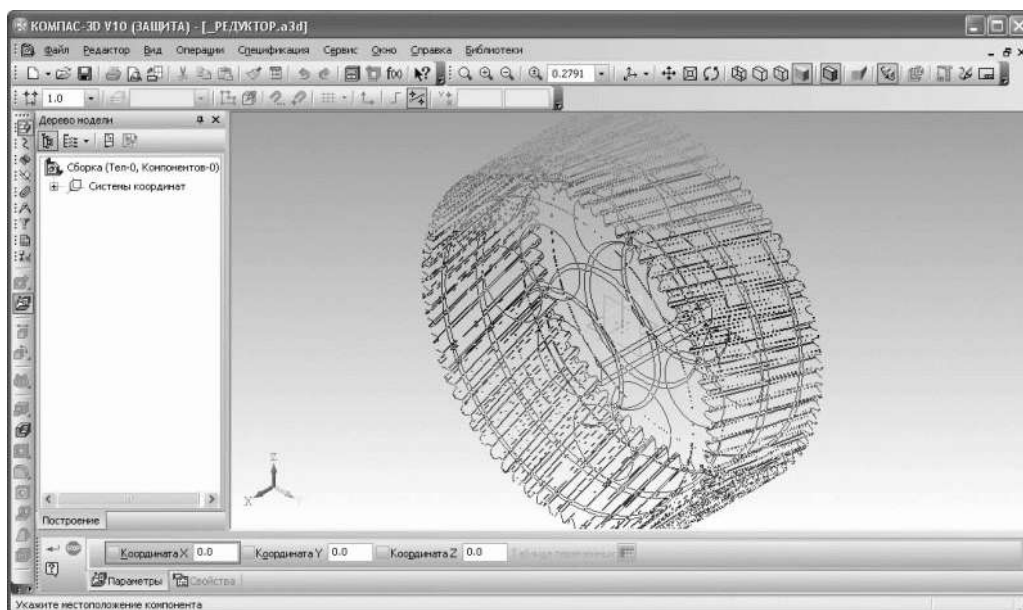

Рис. 3.108. Вставка компонента в сборку (фантом)
1. Нажмите кнопку **Добавить из файла** на панели инструментов **Редактирование сборки**. Система выдаст стандартное окно открытия файла, в котором вам необходимо перейти в папку, в которой хранятся все файлы проекта. Проследите, чтобы в раскрывающемся списке **Тип файла** был выбран пункт **КОМПАС-Детали (*.m3d)**. Выберите файл под названием **Колесо зубчатое.m3d** (в окне предварительного просмотра справа от списка файлов должна отобразиться содержащаяся в нем модель) и нажмите кнопку **Открыть**. Окно открытия файла исчезнет, а в сборке появится фантомное отображение модели зубчатого колеса, которое будет перемещаться по документу за указателем мыши (рис. 3.108). Фантом добавляемого компонента привязан к указателю в точке начала своей локальной системы координат (ЛСК).